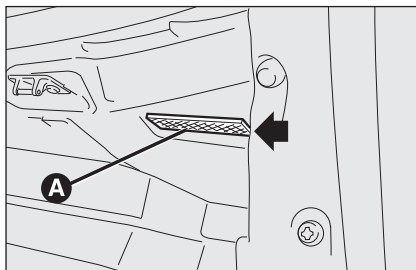
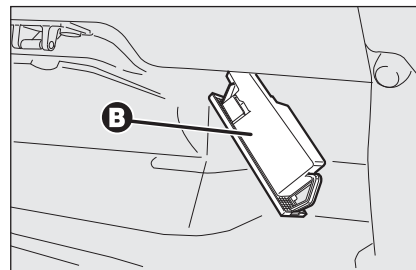

fig. 48
fig. 49
- enlever le plafonnier **A-fig. 48** en faisant levier sur le point indiqué par la flèche;
- soulever la protection **B-fig. 49** et remplacer l'ampoule engagée à pression;
- refermer la protection **B-fig. 49** sur le plafonnier **A-fig. 48**;